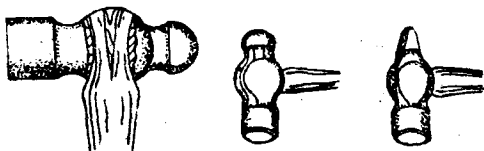

图 1-16 普通手锤
1. 种类 手锤又称榔头, 根据需要又分铜锤、木锤、橡胶锤、铁锤等。汽车通常使用铁锤, 有圆头、横头等几种 (如图1-16), 各型手锤并按重量分级。